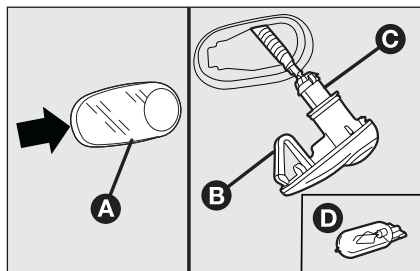

fig. 24
- ☐ agire sul trasparente **A**-fig. 24 in modo da comprimere la molletta interna **B**, quindi sfilare il gruppo verso l'esterno;